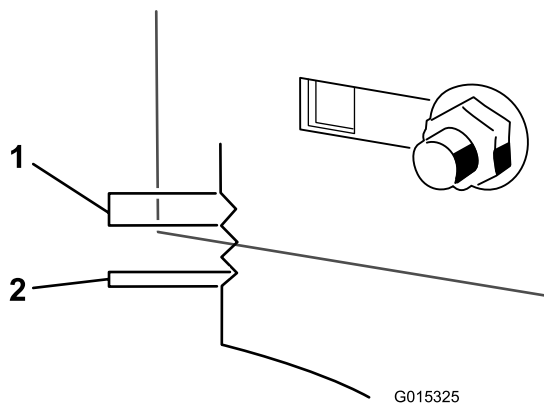

Figura 50
- Utilice las muescas del soporte soldado para medir la cantidad de ajuste. Cada muesca completa equivale a 0.25 pulgadas, y un solo lado equivale a 0.125 pulgadas (Figura 50). Ajuste la carcasa de corte a la altura deseada.